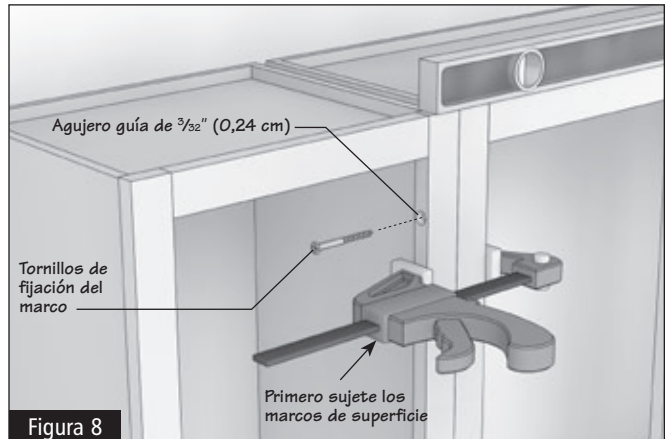

Figura 8
2.5 Para instalar dos gabinetes juntos, primero necesitará sujetarlos juntos. Luego, taladre un agujero guía de $\frac{3}{32}$ " (0,24 cm) en tres lugares a lo largo de la parte de la bisagra del marco. Finalmente, inserte los tornillos de fijación del marco (de cabeza avellanada) #8 x 2 1/2" para unir los dos gabinetes. (Figura 8)